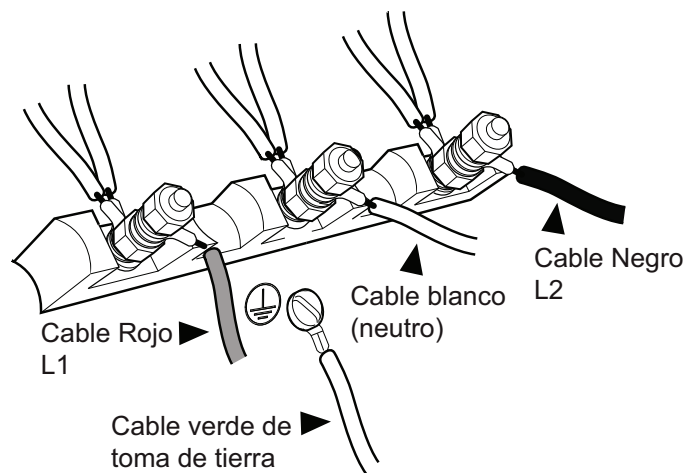

Figura 11: Conexión de cuatro cables
- Utilice una línea flexible de ¾" entre el suministro de gas y la línea de suministro del aparato. La línea de suministro de gas está ubicada en la parte inferior derecha de todas las estufas. (*Figura 11*). La línea de suministro de gas del aparato es de tipo NPT ½".
4. Fije el cable neutro de toma de tierra del circuito de alimentación al contacto central de la caja de conexiones con una tuerca (vea la *Figura 11*).